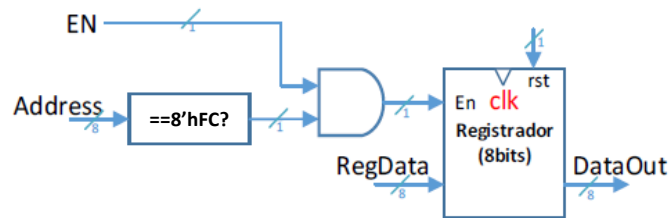

Figura 2 – Saída paralela mapeada no endereço 8'hFC da memória
- Ao armazenar o conteúdo de algum registrador **\$X** no endereço **8'hFC** da memória de dados, **SW \$X, FC(\$0)**, o bloco **ParallelOUT** redirecionará o conteúdo de **\$X** para a saída paralela **w_DataOut**. A especificação lógica do circuito de saída está ilustrada na Figura 2.